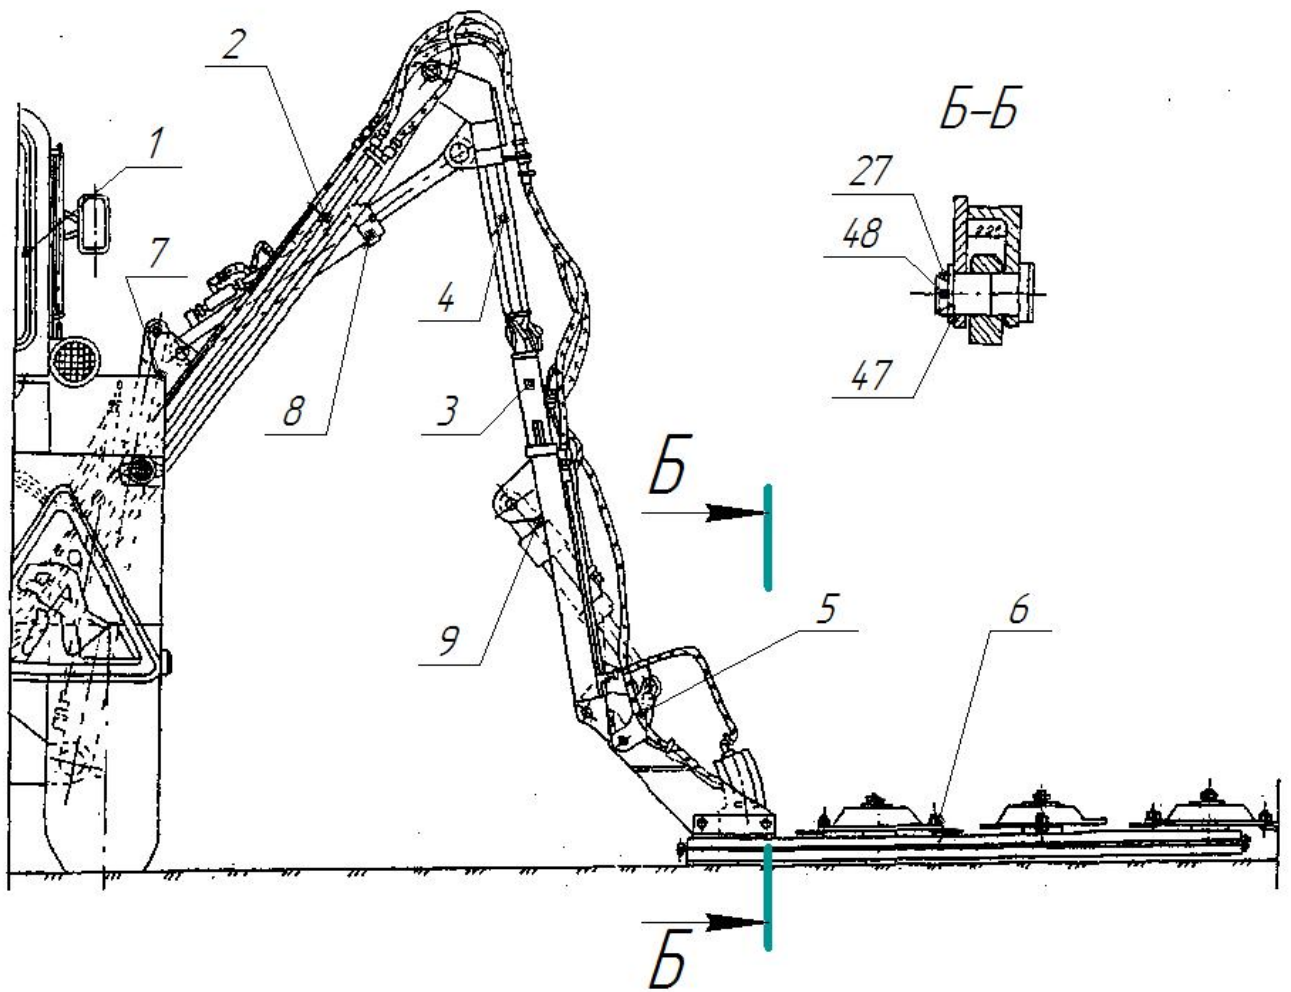

Рис. 1 Составные части косилки.
4. Описание и работа составных частей косилки (Рис.1)
4.4 Механизм поворота рабочего органа (Рис. 1 поз. 5)
Механизм поворота рабочего органа представляет собой рычажную систему, связанную с гидроцилиндром поворота КРД-1,5.03.11.000 (рис. 1, поз. 9) и корпусом рабочего органа.